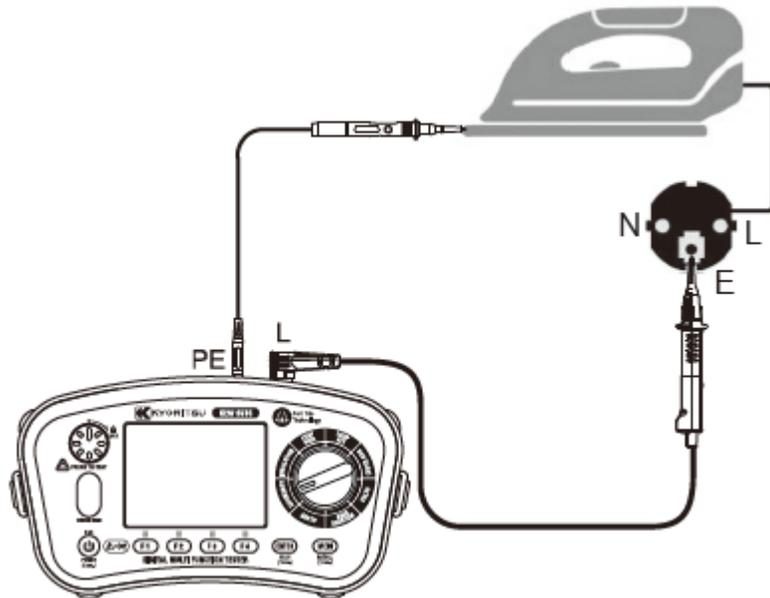

Figure 8-6
(2) Effectuez les connexions comme le montre la figure 8-6 pour vérifier la continuité. Lors d'un test PAT, "√" ou "X" sera affiché à côté de la lecture pour indiquer PASS/ÉCHEC.